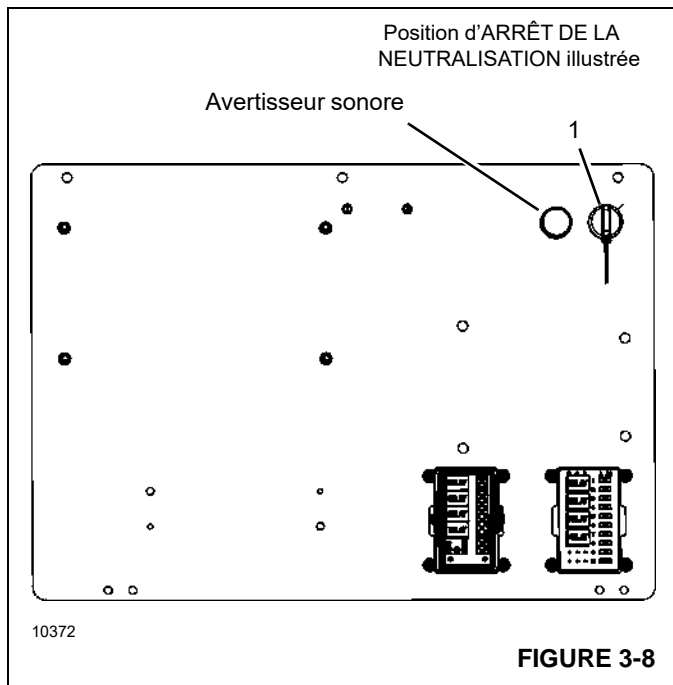

FIGURE 3-8
Le sectionneur de dérivation du RCL (1, Figure 3-8), situé derrière le siège de la cabine, est un commutateur marche/arrêt qui neutralise les verrouillages des commandes du RCL et de la grue jusqu'à ce qu'il soit mis en position d'ARRÊT. Le sectionneur de dérivation du RCL (1) n'est pas un commutateur à rappel et reste engagé jusqu'à ce qu'il soit mis sur ARRÊT.